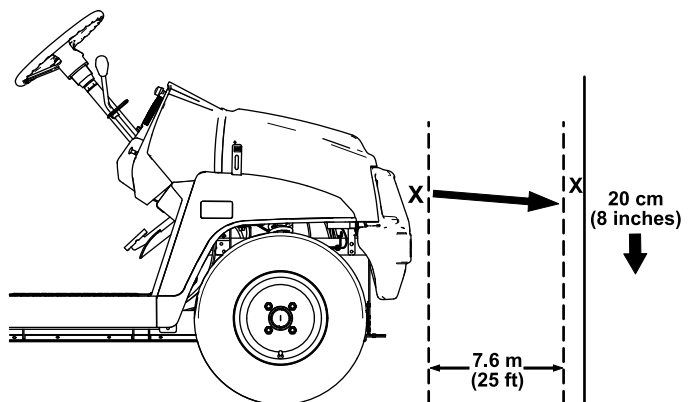

図 48
1. 平らな場所で、ヘッドライトを壁に向け、ライトと壁の距離が 7.6 m 程度になるように駐車する **図 48**。
ヘッドライトのビームの最も明るい部分が、壁に付けた印の約 20 cm 下を照らしていればよい **図 48**。